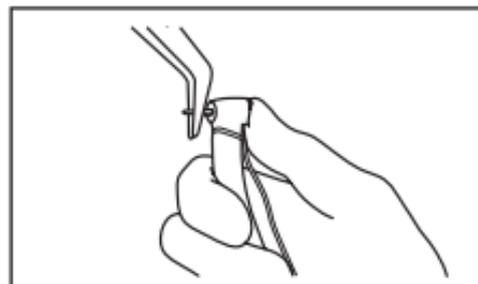

Fig. 8
2) Retirez la fraise (Fig. 8).